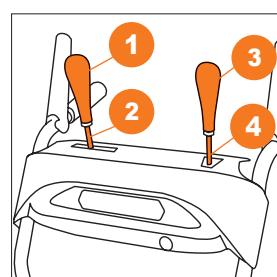

Рис. 9
- Закрепите рукоятку рычага выбора передач ① к штанге управления передачами ② (Рис. 9).
- Закрепите рукоятку рычага управления дальностью выброса ③ к рычагу управления выбросом ④ (Рис. 9).